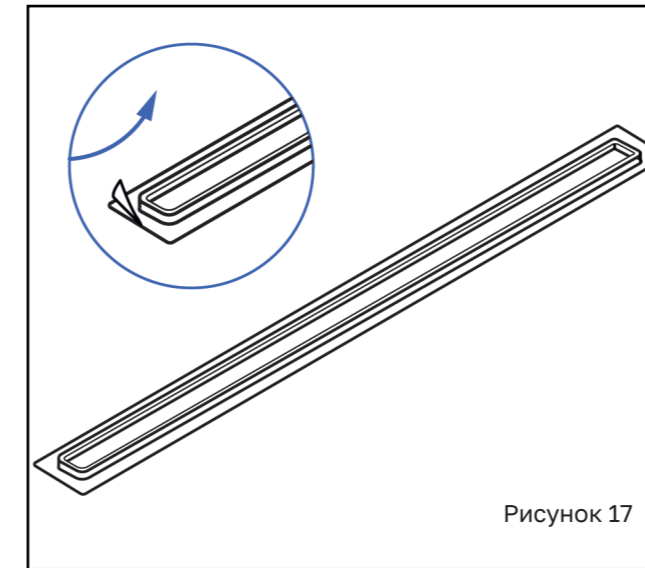

Рисунок 17
5. (Опционально) Удалите защитный слой со второй стороны наклеенного на рамку двустороннего скотча. Аккуратно вставьте рамку в отверстие в столешнице. Не вставляйте сразу рамку полностью – убедитесь, что рамка расположена ровно, после чего вставьте рамку до упора и прижмите её. (Рисунок 17, 18)